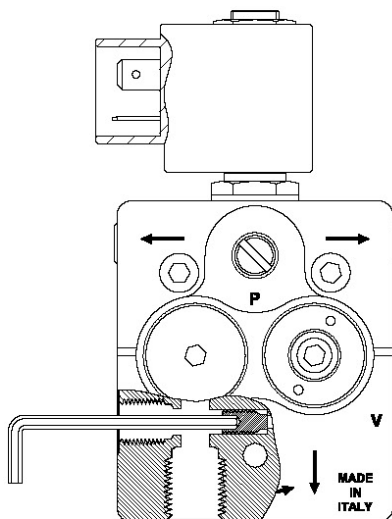

Fig. 2
- Setzen Sie die Bypass-Schraube mit einem 2,5 mm Innensechskantschlüssel in den Vakuumanschluss und ziehen Sie diese fest. (Fig. 2).
- Entfernen Sie die Bypass-Schraube aus dem Vakuumanschluss mit einem 2,5 mm Innensechskantschlüssel (Fig. 2).